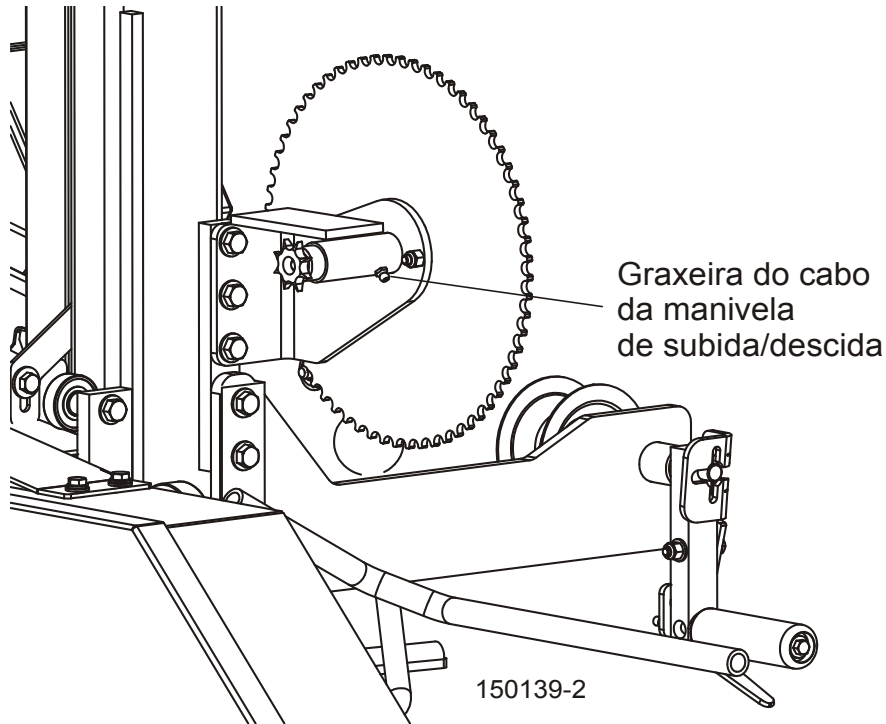

FIGURA 6-7
**Consulte a figura 6-7.** Lubrifique os mancais do cabo da manivela de subida/descida a cada 200 horas com graxa de lítio NLGI grau No. 2. Coloque a graxa na graxeira do tubo